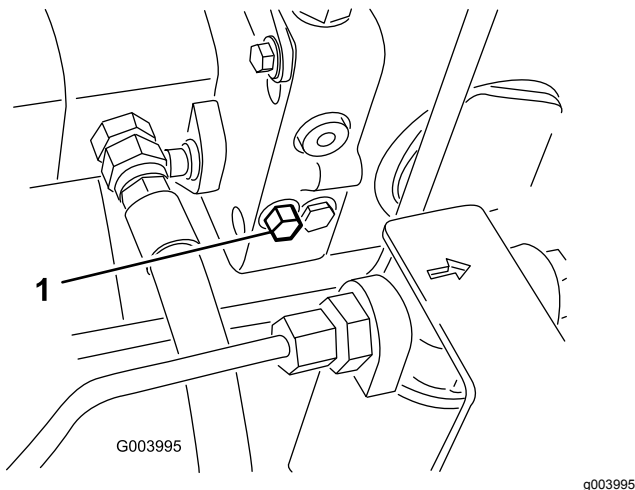

Figure 55
1. Tournez le boulon de la vanne de dérivation une fois et demie pour ouvrir la vanne et permettre la dérivation interne de l'huile (Figure 55).